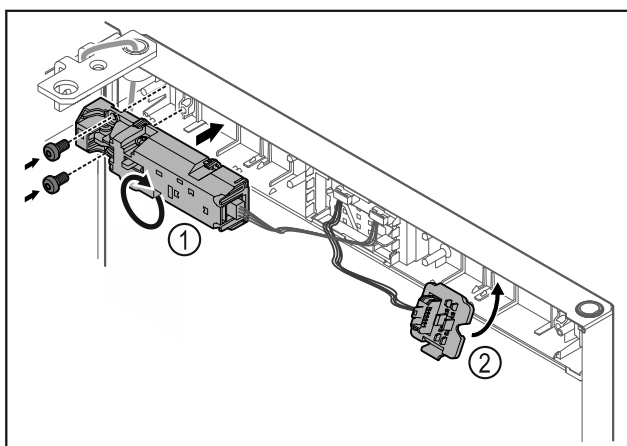

Fig. 21
- ▶ Obrócić o 180° zdalną blokadę Fig. 21 (1) i zamocować po drugiej stronie.
- ▶ Zatrzasnąć uchwyt wtyczki Fig. 21 (2) po przeciwnej stronie.